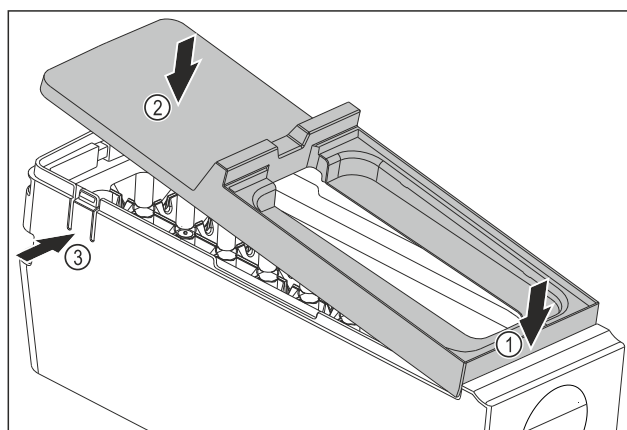

Fig. 174
- Смонтируйте крышку корпуса EasyTwist-Ice: Установите крышку спереди. Fig. 174 (1)
- Опустите крышку сзади. Fig. 174 (2)
- Крышка со щелчком фиксируется в накладках Fig. 174 (3).